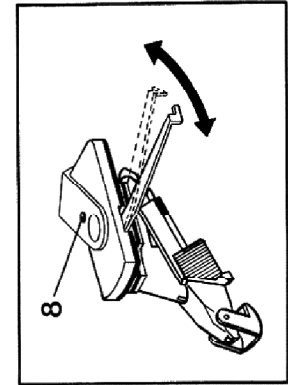

Fig. 8
Der Tonarmgriff läßt sich jedoch nur nach hinten führen, wenn Sie zuvor die Sicherungsschraube **8** entfernt haben (Fig. 8). Zum Wiedereinsetzen legen Sie den Original Dual Tonabnehmer (TKS . . .) so von unten an den Tonarmkopf, daß die beiden Vorderkanten bündig sind. Bitte achten Sie darauf, daß er absolut plan am Tonarmkopf anliegt, bevor Sie den Tonarmgriff zur Arretierung nach vorne ziehen. Danach evtl. Sicherungsschraube (Fig. 8/ **8**) wieder eindrehen.
- 1) Entfernen Sie – falls vorhanden – die Sicherungsschraube (Fig. 8/ **8**).